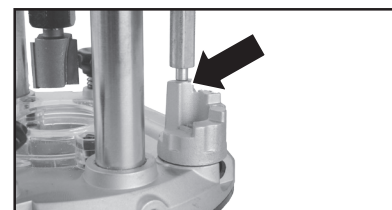

Abb. 15
- Um die Stufenfrästiefe einzustellen, setzen Sie die Tiefenanschlagleiste auf die oberste Sprosse des Stufenanschlags - fräsen Sie die erste Stufe, dann legen Sie die Tiefenanschlagleiste auf die zweithöchste Stufe und fräsen Sie die zweite Stufe usw., siehe Abb.15 .